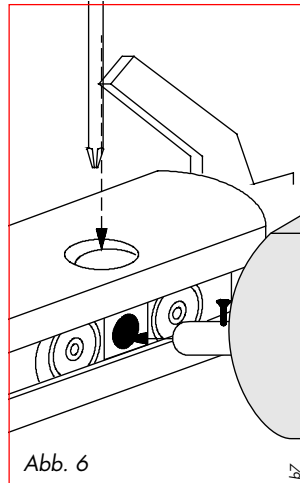

Abb. 6
2. Die Achsbolzen des Fallrohres schieben Sie so in die entsprechenden Öffnungen der Laufwagen (Abb. 6), daß der Kopf des Sicherungssplintes nach oben zeigt.
3. Ziehen Sie die Befestigungsschrauben der Laufwagen durch die Bohrungen in den Führungsschienen fest (Abb. 6).